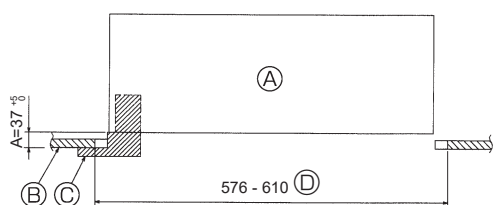

Fig. 10-2
10.2. Voorbereidingen voor het bevestigen van het rooster (Fig. 10-2)